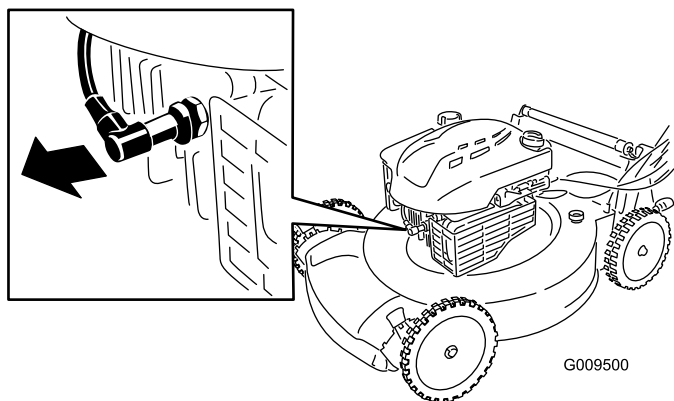

Figura 18
2. Staccate il cappello dalla candela (Figura 18) prima di eseguire interventi di manutenzione.